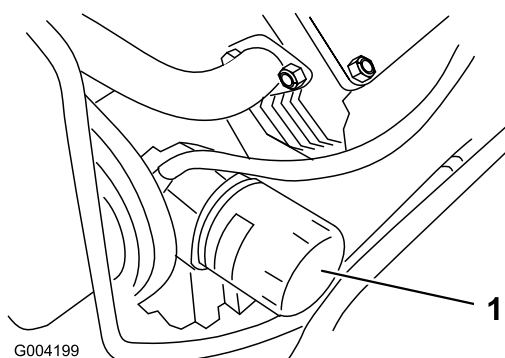

Figure 40
- Enlevez le filtre à huile usagé (Figure 40) et essuyez la surface du joint de l'adaptateur.